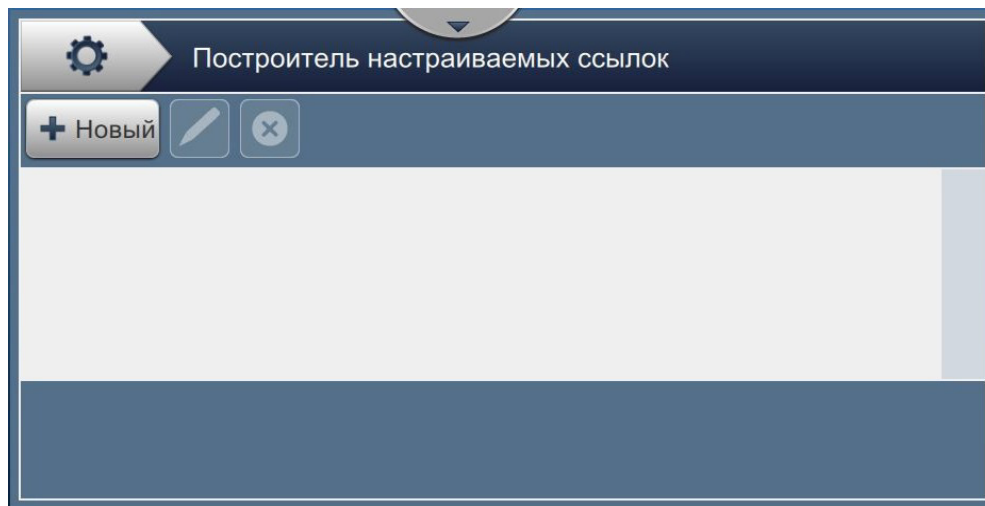

Рис. 6-7: Построитель настраиваемых ссылок
1. Нажмите кнопку  на экране «Инструменты». Откроется экран «Построитель настраиваемых ссылок», как показано на Рис. 6-7.
2. Нажмите кнопку , как показано на Рис. 6-7 на стр. 6–11, чтобы создать настраиваемое поле. Откроется экран «Имя ссылки».